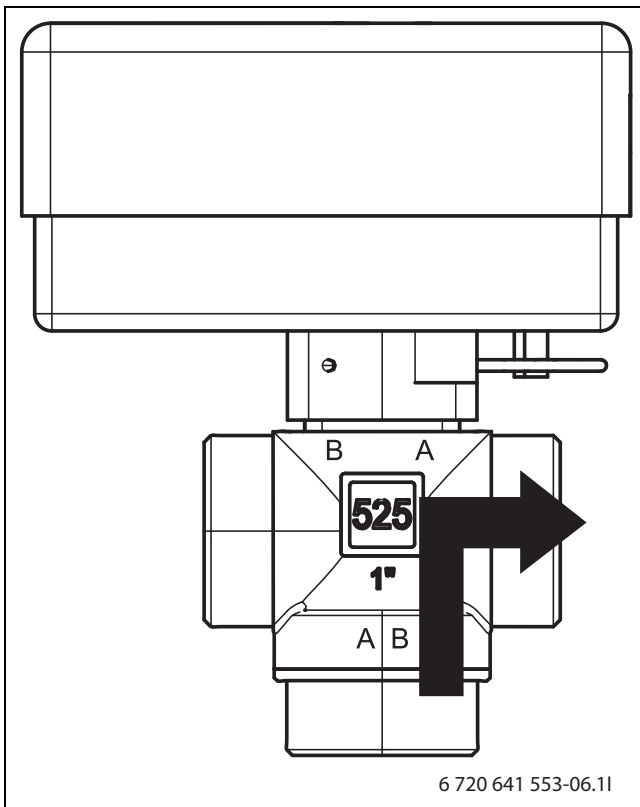

Bild 17
- Einen Taupunktsensor am Vorlaufrohr in der Nähe der Kühlstation installieren. Bei Installationen mit Fußbodenheizung (Kapitel 4.1) kann auch ein Taupunktsensor im Vorlaufrohr des Reglerverteilers angebracht werden. Die Taupunktsensoren werden an den Taupunktmelder in der Kühlstation angeschlossen. Der Taupunktmelder ist ein passendes Zubehörteil, das zwischen dem Transformator und der Klemmenleiste installiert wird (Abb. 17, S. 18).